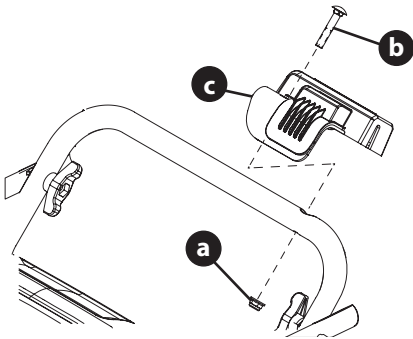

Figura 3
2. Retire la tuerca (a) y el perno (b) del asa inferior (Figura 3).